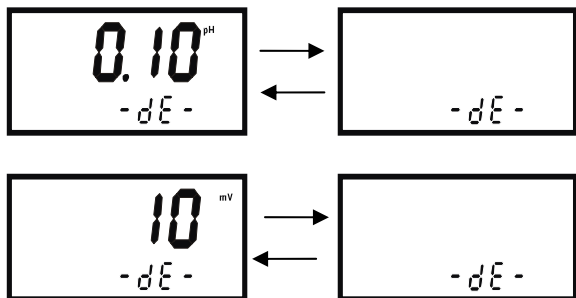

图 7-16
1、 仪表在测量状态时按 3 次 REL 键 ,仪表的迟滞量数值将跳闪 ,显示如图 7-16 所示 :